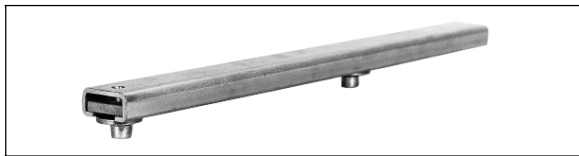

Рис. 4. Полукронштейн 38/17
- закрепление на полукронштейне 38/17 (рис. 4)